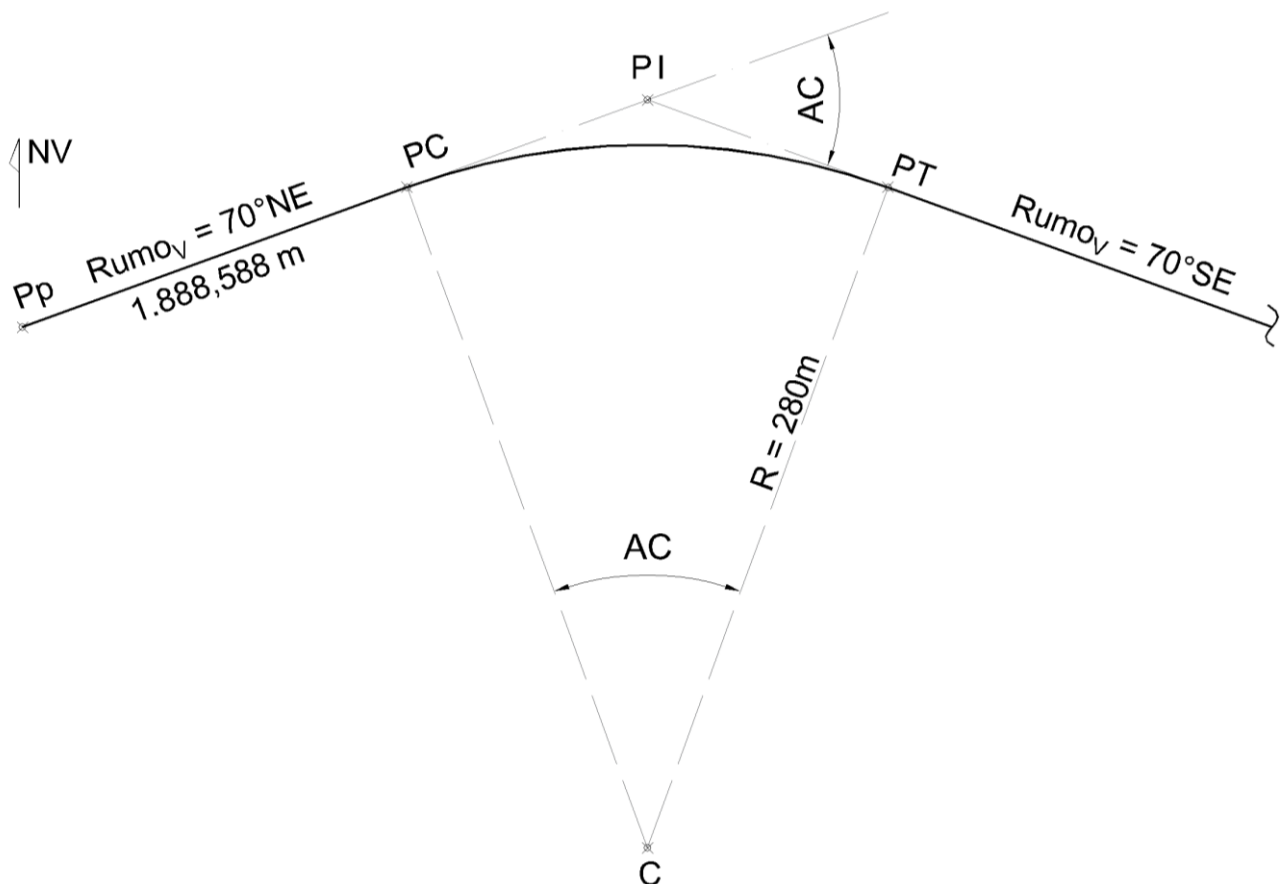

Figura 01 – Representação dos dados iniciais para cálculo da curva de concordância horizontal circular simples.
Utilizando o método das deflexões acumuladas, apresente a memória de cálculo e preencha a tabela de locação da curva de concordância horizontal circular simples (Tabela 01 na Folha de Resposta) para o trecho de uma rodovia representado na Figura 01. Em função da velocidade diretriz, declividade da região e classe da rodovia, adote o raio de 280 m e corda de locação de 20 m ($c = 20$ m), sabendo-se que o ponto de curva (PC) está a 1.888,588 m do início da estrada, ou seja da estaca de partida (Pp), e que os rumos verdadeiros das tangentes dos trechos PC-PI e PI-PT são 70° NE e 70° SE, respectivamente.